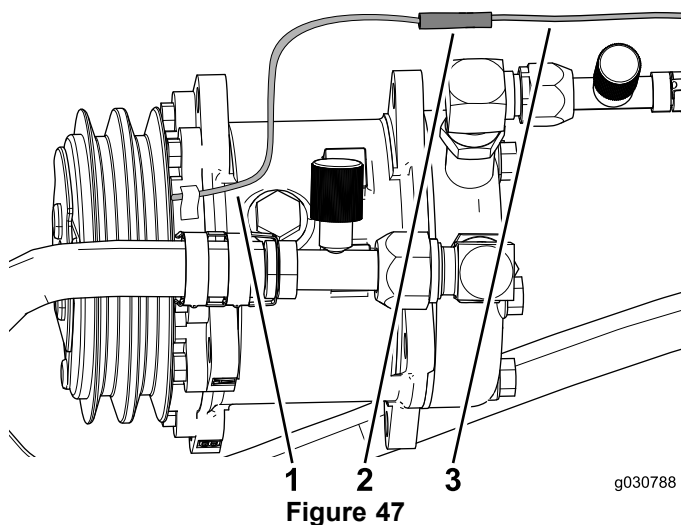

Figure 47
3. Branchez le câble du compresseur de climatiseur au connecteur cylindrique sur le faisceau de câblage (Figure 47).